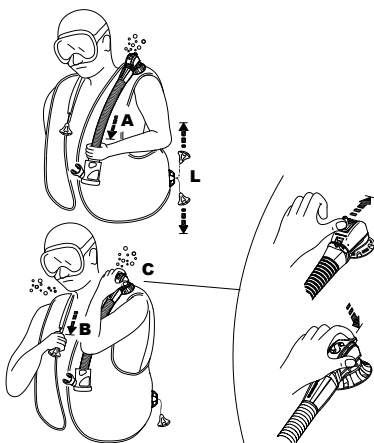

Fig. 7
- a) Tire suavemente del conjunto del latiguillo (Fig. 7-A).
- b) Pulse el botón que sobresale de la cubierta de la válvula (Fig. 7-C) (patentado): este sistema también puede ser útil para liberar el aire de otro buceador que tenga problemas (pánico, buceador principiante, pérdida de conocimiento, etc.).
- La válvula dual de vaciado manual SCUBAPRO® (patentada) tiene un botón de seguridad que libera aire al pulsarlo (Fig. 7-C) en caso de que el sistema de vaciado manual no funcione (cable o clavija rota, etc.) o mientras se respira de un Air 2.
### **Válvula del hombro (Fig. 7-B)**
La válvula ubicada en el hombro derecho, si está presente, se activa tirando suavemente de la perilla conectada mediante un cordón a la propia válvula (Fig. 7-B). Para utilizarla como válvula de vaciado, debe colocar la válvula en una posición más alta que la burbuja de aire del chaleco hidrostático. Accione la válvula de vaciado hasta alcanzar la cantidad de flotabilidad deseada. Deje de tirar/pulsar para cerrar la válvula (Fig. 7-B).
### **Válvula de vaciado inferior (Fig. 7-L)**
Los dispositivos de desinflado con la máxima salida de gas son la válvula del hombro (Fig. 7-B) y la válvula inferior (Fig. 7-L).